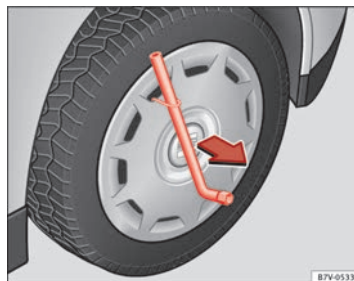

Fig. 182 Smontaggio dei copricerchi integrali.
- Introdurre la chiave per ruote nella staffa a filo ⇒ fig. 182 e tirare il coprimozzi nella direzione indicata dalla freccia.